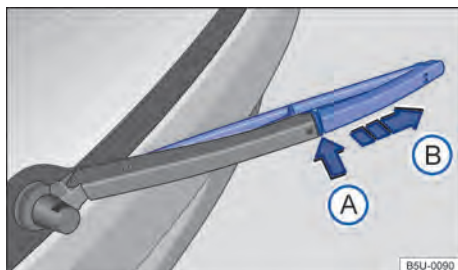

Fig. 132 Substituir a palheta do limpador do vidro traseiro.
- Manter o botão de destravamento → Fig. 132 ① pressionado.
- Retirar a palheta do limpador do vidro traseiro no sentido da seta ②.